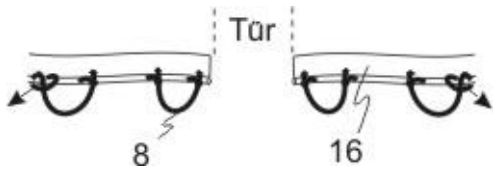

Abb. 8.1
Durch die Gummiseile (8) wird der Cabrio Dome auf dem Schwimmbecken verspannt! (Abb. 8.1) Im Keder (16) sind mehrere Löcher vorhanden. An die ersten zwei Löcher, rechts und links von der Tür wird jeweils ein Gummiseil (8) angeknüpft. Andere Gummiseile (8) an die zwei Löcher, die sich über einen Haken (17) befinden, durchstecken und an Keder verknoten. (Abb. 8.2) Den zweiten Knoten nicht zu fest zuziehen, damit das Gummiseil eventuell noch verstellt werden kann. Die Haken (17) befinden sich immer in der Mitte – bitte, das Bild beachten. (Abb. 8.3) Ist das nicht der Fall, das Gummiseil (8) auf neue Löcher anknüpfen!!